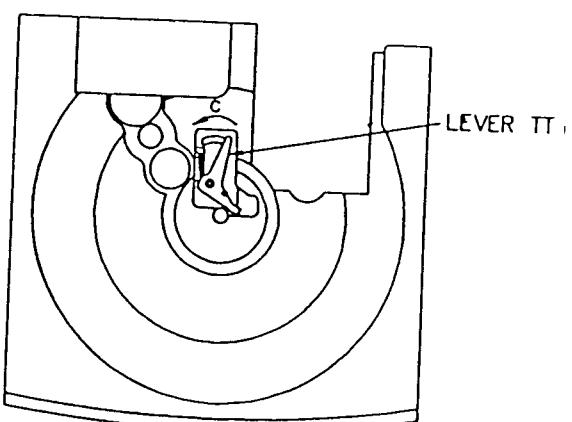

Figure 7
4. ターンテーブルの組立方法 (figure 7)
- 1) LEVER TT を "C" の方向に押しながら、TURN TABLE 5CD を組み込む。(figure 7)
- * 組み込む際のTURN TABLE 5CDのCD番号(1～5)は任意で構いません。(figure 7)
4. How to reassemble the TURN TABLE. (figure 7)
- 1) Push LEVER TT in the direction of "C", and put in the TURN TABLE 5CD. (figure 7)